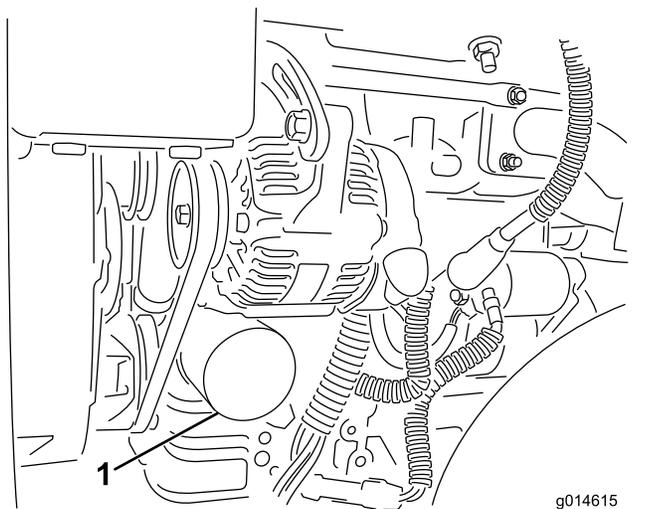

図 46
- オイルフィルタ 図 46 を外す。新しいフィルタのガスケットに薄くエンジンオイルを塗る。